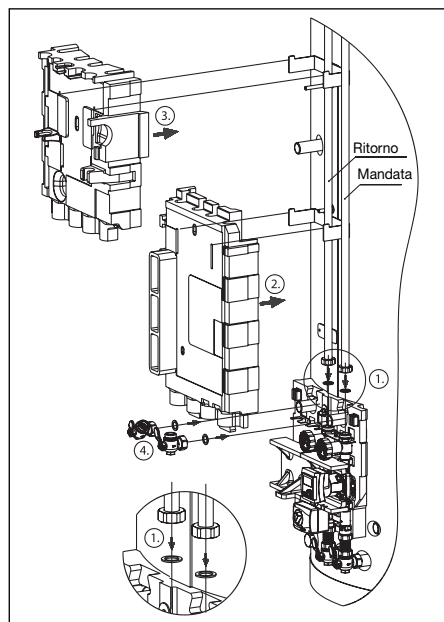

Fig. 11 Montaggio isolamenti termici
- Collegare la tubazione al gruppo del circuito di riscaldamento sul serbatoio (Fig. 11 Punto 1) tramite il set di collegamento codice 1383580 e per il secondo circuito opzionale di riscaldamento tramite set con codice 1383581.